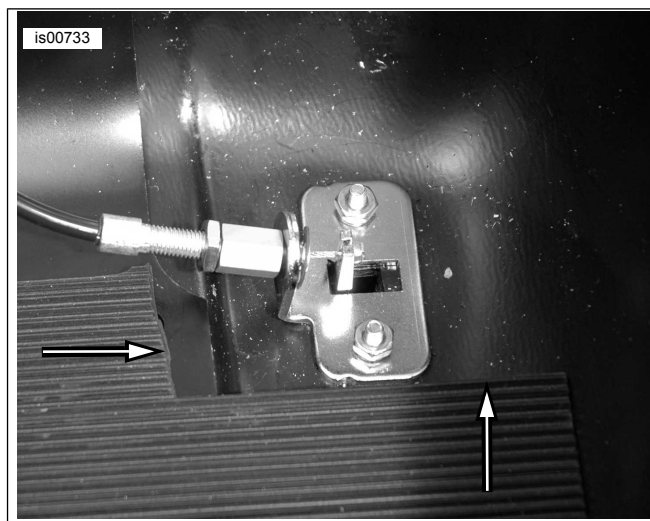

Figura 4. Tagliare il tappetino di gomma
1. Vedere Figura 4. Rifilare l'angolo anteriore destro del tappetino di gomma con una taglierina o un paio di forbici per ricavare lo spazio per l'installazione del cavo.